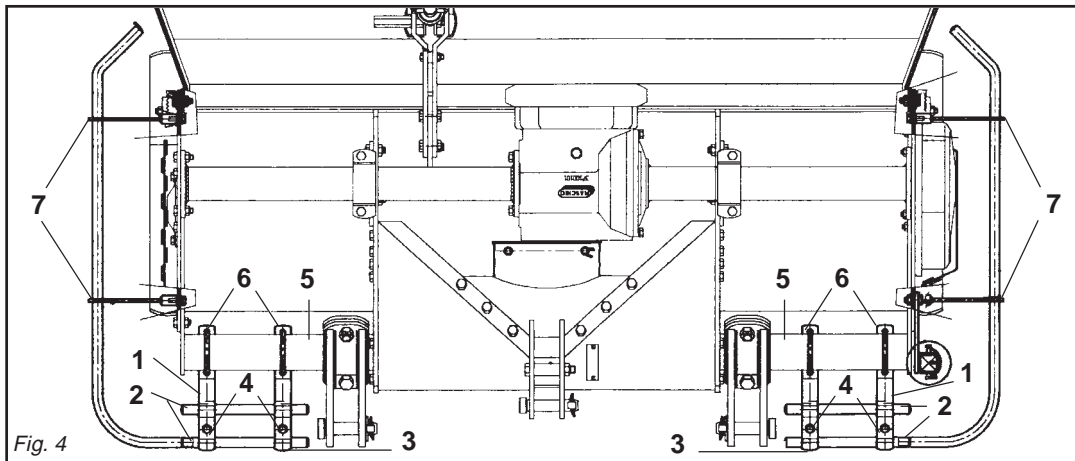

Fig. 4
- Il gruppo delle protezioni, composto dall'attacco (1 Fig. 4) che fa da fermo per i tubi (2 Fig. 4) bloccati dalla staffa (3 Fig. 4) e dalle viti (4 Fig. 4), è fissato al tubo quadro anteriore (5 Fig. 4) mediante i cavallotti (6 Fig. 4), e va posizionato uno a destra e uno a sinistra il più esternamente possibili.
- Lateralmente, su entrambe le fiancate, vanno fissate tramite le viti delle protezioni sagomate (7 Fig. 4).
- The protection unit, consisting of the coupling (1 Fig. 4) that acts as a clamp for the pipes (2 Fig. 4) locked by the bracket (3 Fig. 4) and by the screws (4 Fig. 4), is fixed to the square front pipe (5 Fig. 4) by the U-bolts (6 Fig. 4) and should be positioned as far outwards as possible, one on the right and the other on the left.
- The shaped protections should be fixed laterally with screws to both the sides (7 Fig. 4).
- Die Gruppe der Schutzvorrichtungen, die sich aus dem Anschluß (1 Abb. 4), der zur Arretierung für die Röhre (2 Abb. 4) dient, die durch den Bügel (3 Abb. 4) blockiert werden, und den Schrauben (4 Abb. 4) zusammensetzt, wird am vorderen Vierkantrohr (5 Abb. 4) mit den U-Bolzen (6 Abb. 4) befestigt. Eine davon ist rechts und eine links, so weit wie möglich außen anzubringen.
- Seitlich auf den beiden Seitenteilen sind die geformten Schutzteile (7 Abb. 4) mit Schrauben zu befestigen.
- Le groupe des protections, comprenant l'attelage (1 Fig. 4) qui sert de butée pour les tubes (2 Fig. 4) bloqués par la bride (3 Fig. 4) et par les vis (4 Fig. 4), est fixé au tube carré avant (5 Fig. 4) par des crampons (6 Fig. 4). Positionner une protection à droite et une à gauche, le plus possible à l'extérieur.
- Les protections galbées doivent être fixées latéralement, des deux côtés avec les vis des protections (7 Fig. 4).
- El grupo de las protecciones, compuesto por la conexión (1 Fig. 4) que funciona como bloqueo de los tubos (2 Fig. 4) bloqueados a su vez por el soporte (3 Fig. 4) y por los tornillos (4 Fig. 4), está fijado en el tubo cuadrado anterior (5 Fig. 4) mediante los pernos de U (6 Fig. 4) y debe ser emplazado uno a la derecha y uno a la izquierda lo más externamente posible.
- Lateralmente, sobre ambos lados, debemos fijar mediante los tornillos las protecciones molduradas (7 Fig. 4).